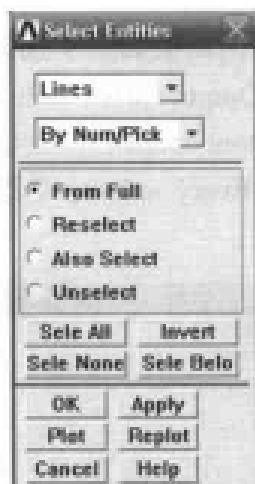

图 9-17 选择线段对话框
(2) 选择 Utility Menu | Plot | Lines 命令。
(3) 选择 Utility Menu | Select | Entities 命令，出现 Select Entities 对话框，在第 1 个下拉列表框中选择 Lines 选项，在第 2 个下拉列表框中选择 By Num/pick 选项，在第 3 个选项组中选中 From Full 单选按钮，如图 9-17 所示，单击 OK 按钮，出现 Select lines 菜单，在文本框中输入 1, 2，单击 OK 按钮关闭该对话框。